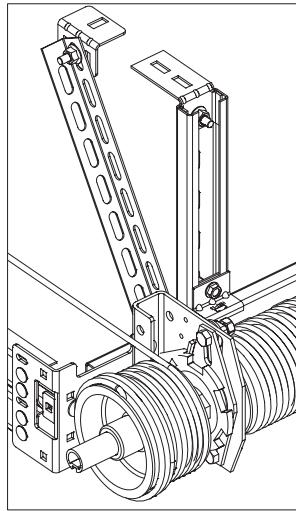

Рис. 26.7
5) произвести установку раскосов на подвесах, установленных в районе храповых муфт (рис. 26.7);